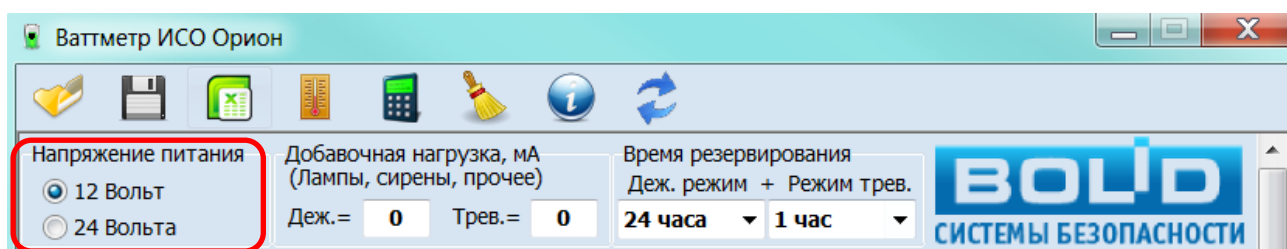

Рисунок 2. Выбор напряжения питания
4.1 Выбрать выходное напряжение РИП: **12** или **24** Вольта (рис. 2).